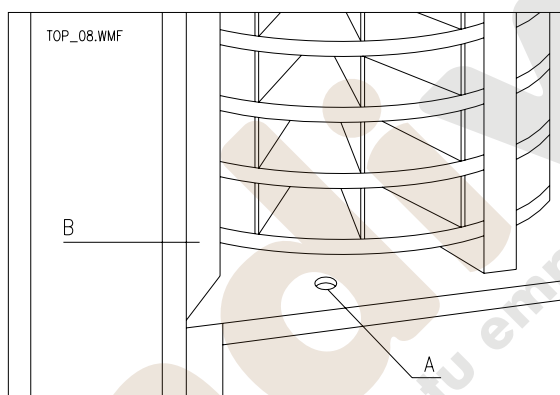

FIG. 9
- 2) Desenganchan la rejilla anterior izquierda de acero ref.B FIG. 9.
**Nota:** Para el último disco inferior, utilizar como orificio el del fondo de la caja portante ref. A fig. 9, después de haberse situado en correspondencia con el mismo.
- 8) Colocar nuevamente en su lugar la rejilla anterior ref.B FIG. 9.